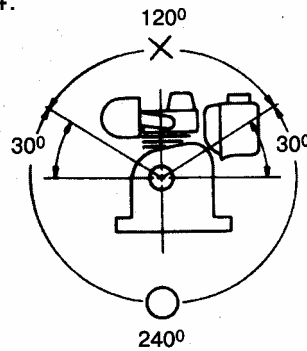

Рис. 4
1. Для ременной передачи - углы возможных положений ремня находятся в пределах 240°, смотри рис. 4.